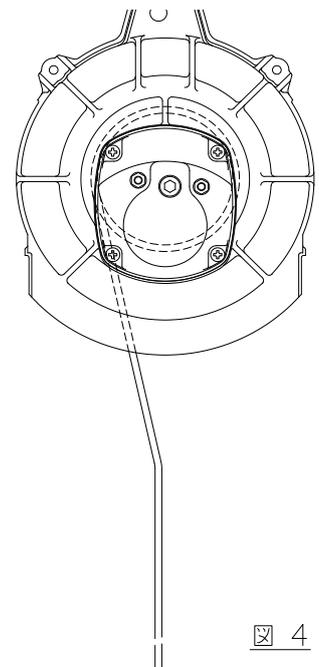

図 4
- 2) ワイヤロープのロック管側を図4のようにロープを通し、ドラムの取り付け穴の大きい方へ差し込む。